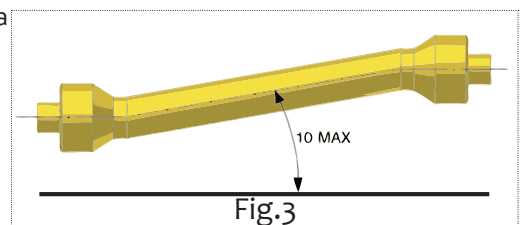

Fig.3
- Desconectar la toma de fuerza cuando el árbol cardán determina un ángulo demasiado abierto (nunca mayor de 10 grados - Fig. 3) y cuando ésta no se usa.